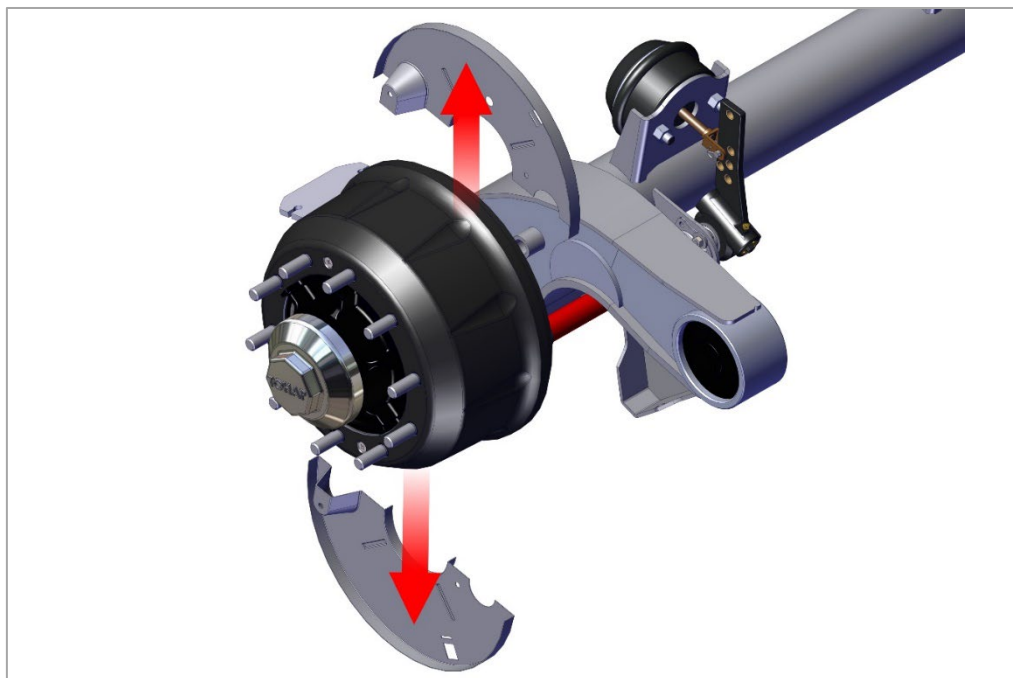

Рис. 25. Снятие грязезащитных щитков.
1) Снимите грязезащитные щитки тормозного барабана, как показано на рис. 25.